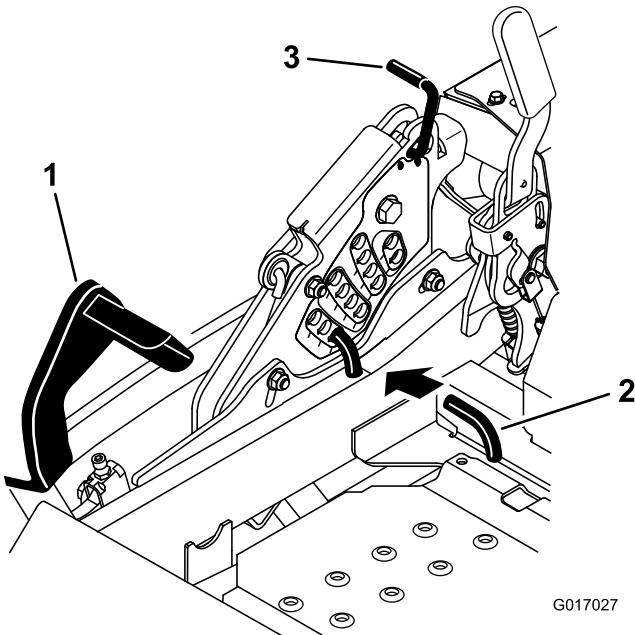

Figure 89
5. Enfoncez la pédale de relevage du tablier de coupe au maximum pour verrouiller le tablier à la position de transport de 14 cm (5-1/2 po) (Figure 89).